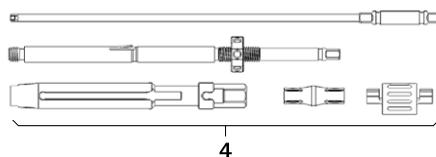

Рис. 9
- ▶ Установить рукоятку для репозиции 4, см. Рис. 9.